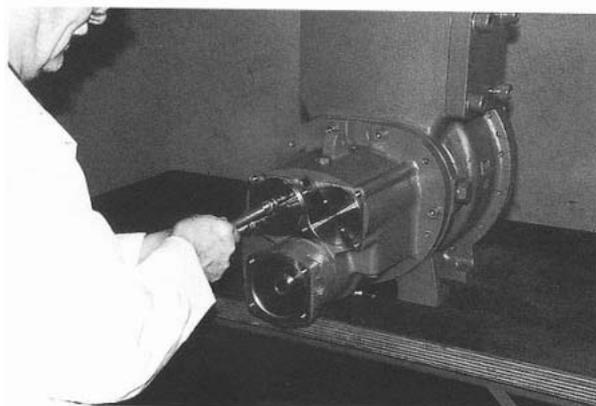

Рис. 37
22. Найдите и снимите упорные крышки роторов "папа" и "мама" с помощью подходящего штока с резьбой в качестве инструмента для извлечения. (Рис. 37)